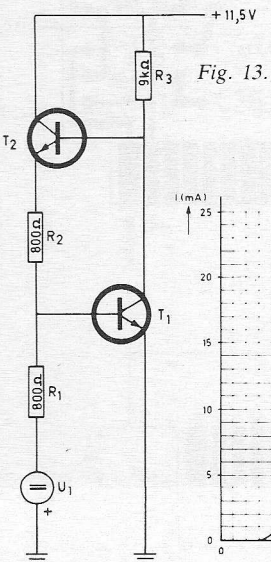

Fig. 13.
- In fig. 13 worden twee identieke transistoren toegepast, waarvan men mag aannemen dat de collectorstroom niet wordt beïnvloed door de collector-emitterspanning. Verder mag men voor beide transistoren de basis-emitterspanning gelijk aan $0,5V$ en de stroomversterkingsfactor α_E gelijk aan 20 stellen. Bij een bepaalde waarde van U_1 zijn de collectorstromen in de transistoren even groot.